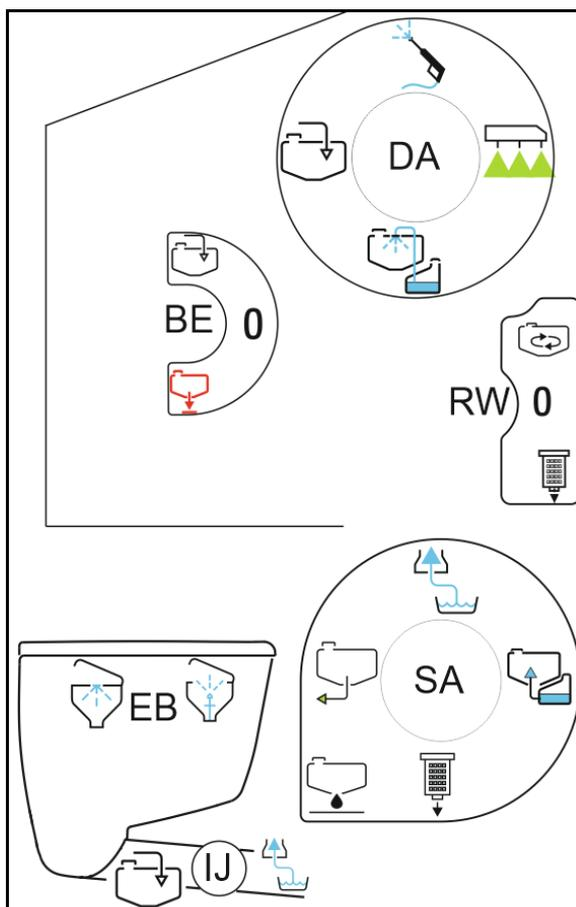

Fig. 120
2. Retirar o filtro de pressão (**Fig. 120/1**) e limpá-lo com água.